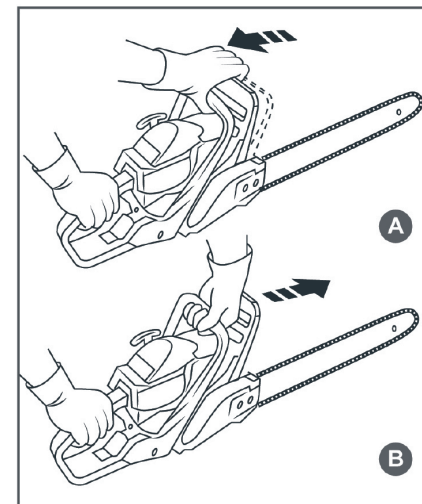

Рис. 7 Проверка механического тормоза
Тормоз цепи выключен (цепь может вращаться), когда ручка тормоза взведена (Рис. 7А).
Тормоз цепи включен (цепь не имеет возможности вращаться), когда ручка тормоза находится в отжатом положении (Рис. 7В).
3. Используя тормоз цепи, переместить левое запястье от себя и нажать им на ручку тормоза, не отпуская рукой переднюю рукоятку пилы (Рис. 7В).
6. Возведите ручку тормоза (Рис. 7А).
4. Убедитесь, что тормоз цепи включен (цепь заторможена), как показано на Рис. 7В.
ВНИМАНИЕ! После запуска двигателя немедленно выключите тормоз пильной цепи. Для этого потяните ручку тормоза на себя до щелчка (Рис. 7А).